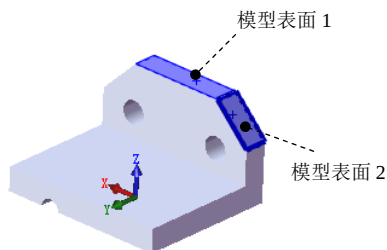
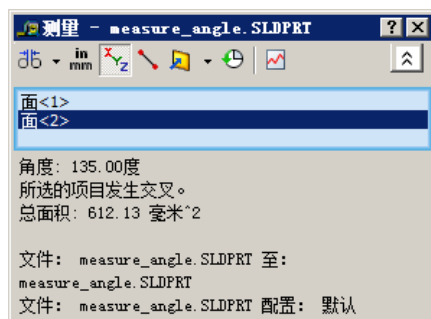

图 4.10.14 测量面与面间的角度
图 4.10.15 “测量”对话框（二）
Step4. 测量面与面间的角度。选取图 4.10.14 所示的模型表面 1 和模型表面 2 为要测量的两个面。完成选取后，在图 4.10.15 所示的“测量”对话框中可看到测量的结果。